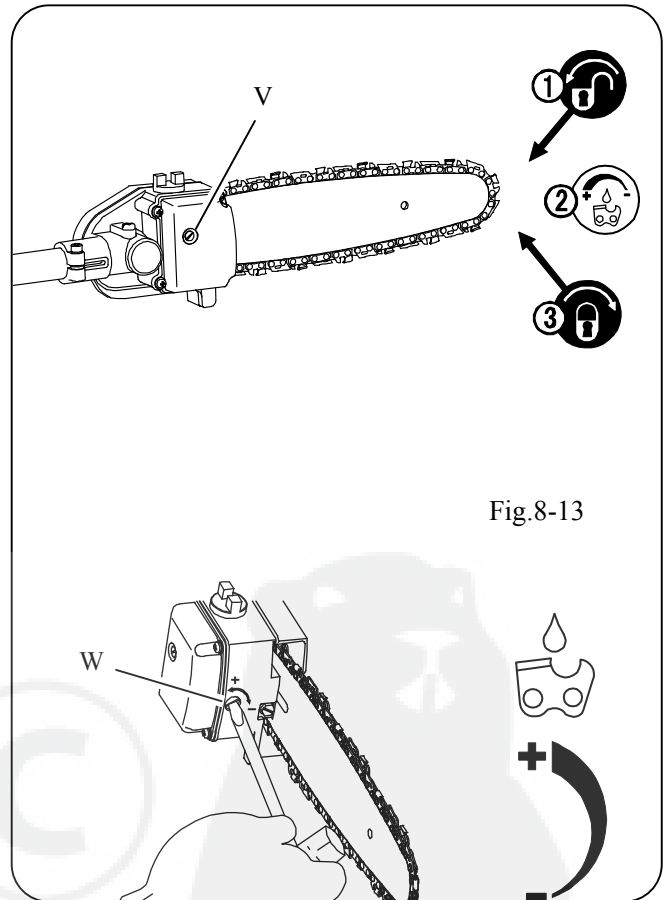

Fig.8-13
1. Draai de borgschroef (V) van de doseerknop tegen de klok in met een volledige draai om de doseerknop voor kettingsmering (W) open te maken. (Fig.8-13)
2. Draai de doseerknop voor kettingsmering (W) in de richting van de klok om de toevoer van olie te verminderen; draai de doseerknop voor kettingsmering tegen de klok in om de toevoer van olie te vermeerderen.
3. Na het aanpassen van de toevoer van de kettingsmering, draait u de borgschroef (V) van de doseerknop voor kettingsmering (W) in de richting van de klok met een volledige draai om de doseerknop vast te draaien. (Fig.8-13)